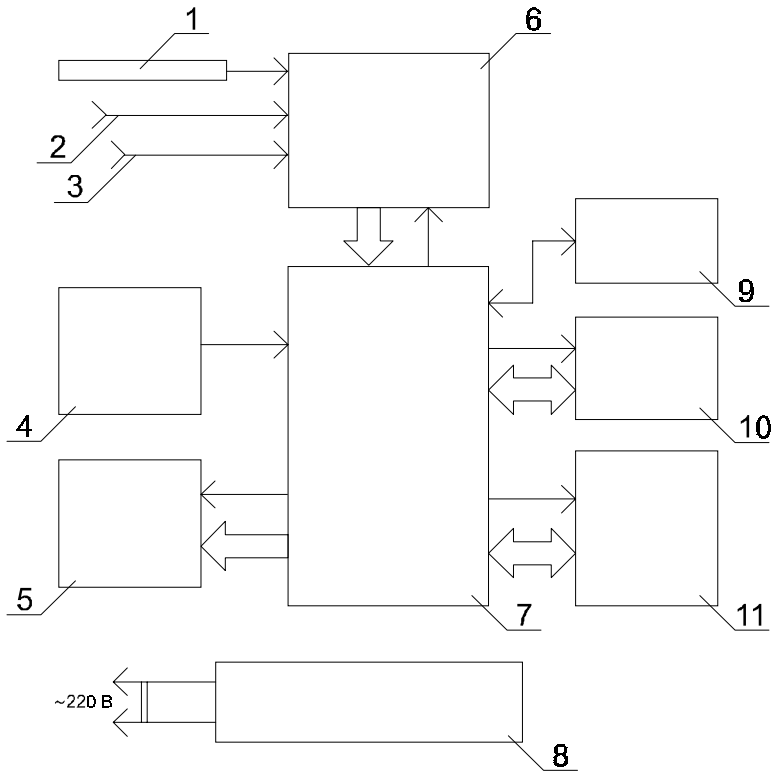

Рис.6. Прибор МУЛЬТИТЕСТ ИПЛ-102. Схема функциональная.
3.2.2. Функциональная схема прибора приведена на рис.6.